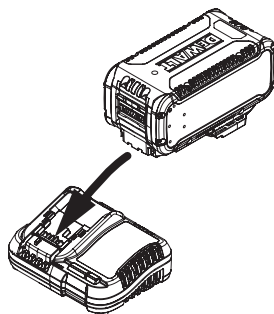

Figura 1
- Conecte el cargador y el paquete de baterías (Figura 1), verificando que la batería esté perfectamente colocada. La luz (de carga) parpadeará continuamente indicando que ha comenzado el proceso de carga.